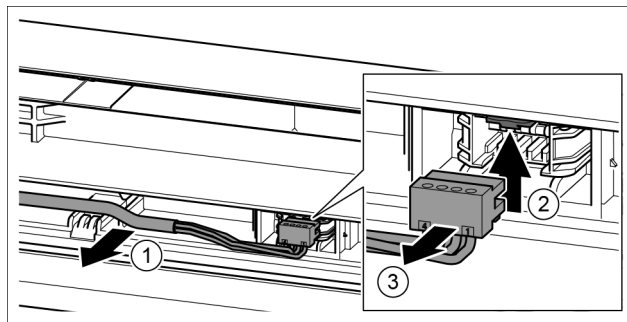

Fig. 19
- ▶ Осторожно высвободить серый кабель из направляющей в двери. Fig. 19 (1)
- ▶ Отжать соединительную накладку вверх. Fig. 19 (2)
- ▶ Осторожно извлечь штекер. Fig. 19 (3)